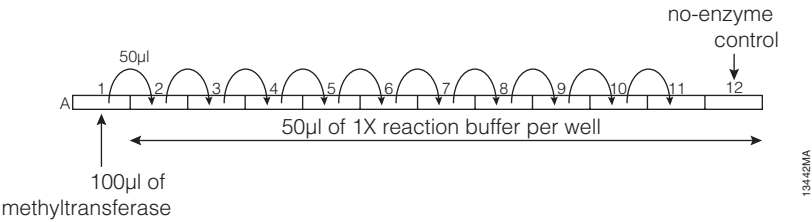

图 6. 甲基转移酶的稀释方案。
- c. 通过从 A1 孔转移 50μl 酶液到 A2 孔并混匀来进行酶的两倍系列稀释。再从 A2 孔转移 50μl 到 A3 孔；充分混匀。对 A3 到 A11 孔重复此操作。丢弃从 A11 孔转移出的 50μl 液体。不要向 A12 孔添加酶。参见图 6。